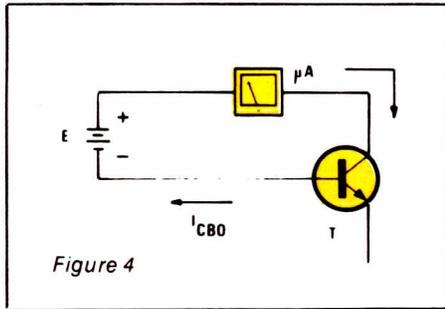

Figure 4
Réalisons, toujours avec un transistor NPN, le montage de la figure 4, où l'émetteur reste « en l'air ». La jonction collecteur-base (CB) se trouve polarisée en inverse par la source continue E : elle est donc bloquée. Il y circule cependant un faible courant inverse, pratiquement indépendant de E, et dont l'étude de la diode nous a appris qu'il était dû aux porteurs minoritaires créés par agitation thermique.